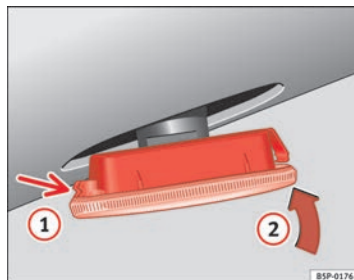

Fig. 236 Indicatori di direzioni laterali
- Prima collocare l'intermittente nel foro della carrozzeria, incastrando le linguette ⇒ fig. 236, freccia ①.
- Inserire la lampada come indicato dalla freccia ② ⇒ fig. 236. ■